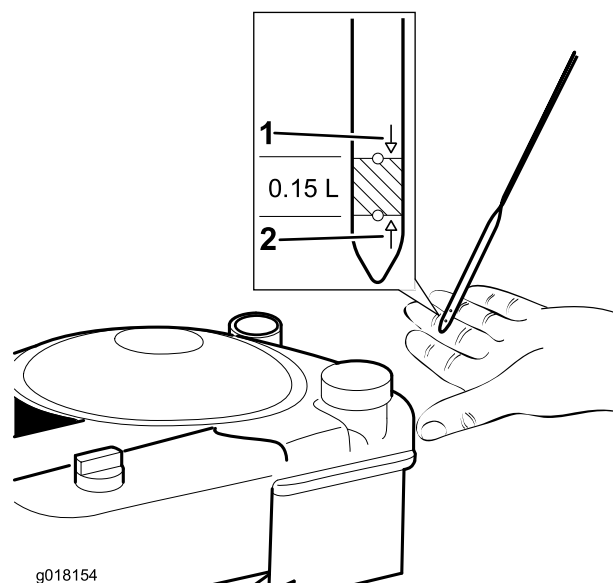

Figure 17
2. Retirez la jauge et essuyez-la sur un chiffon propre (Figure 17).
moteur sur la jauge en essuyant cette dernière sur un chiffon propre et en l'insérant dans le tube (Figure 17).
5. Versez de l'huile dans le carter moteur jusqu'à ce que la jauge indique le niveau correct, comme illustré à la Figure 17. Si vous remplissez excessivement le carter moteur, vidangez l'excédent d'huile.